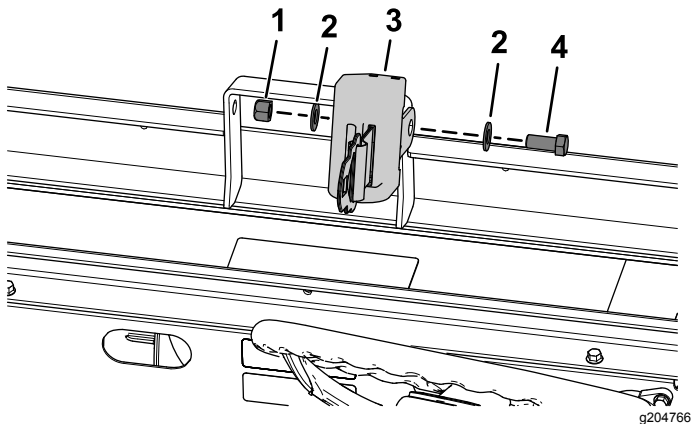

Bild 21
4. Befestigen Sie einen Sicherheitsgurt mit einer Sechskantschraube (7/16" x 1"), zwei Flachscheiben (7/16") und einer Sicherungsmutter (7/16"), wie in Bild 21 abgebildet.